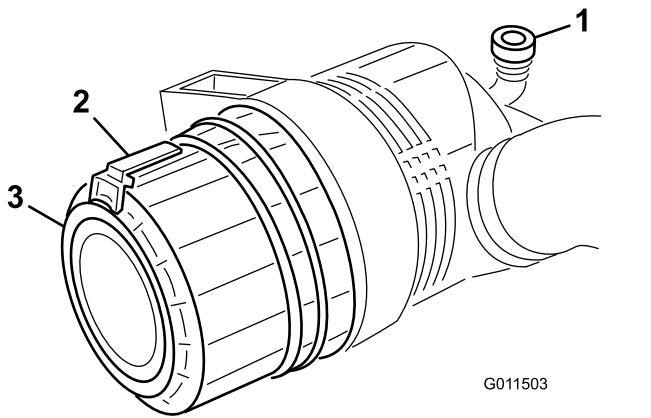

Bild 70
1. Ziehen Sie den Riegel nach außen und drehen Sie die Luftfilterabdeckung nach links (Bild 70).